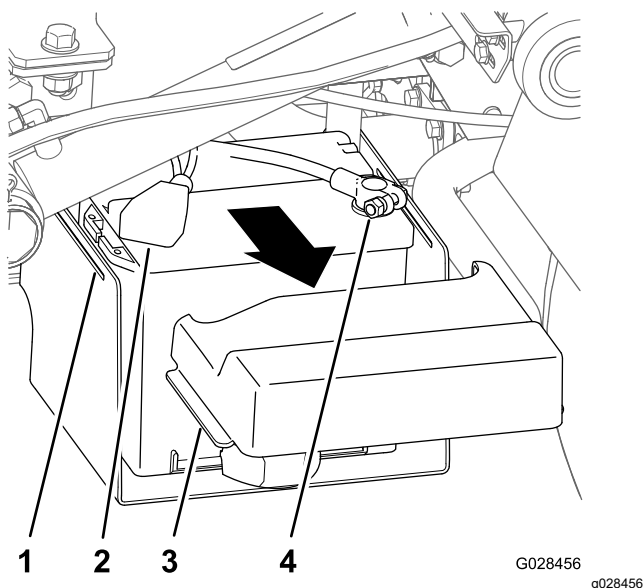

Figura 15
1. Strângeți părțile laterale ale capacului bateriei pentru a elibera proeminențele din fantele de la baza bateriei și scoateți capacul bateriei de la baza bateriei (Figura 15).
2. Glisai capacul înapoi i demontai borna negativă a bateriei de la baterie (Figura 15).
3. Demontai borna pozitivă a bateriei de la baterie (Figura 15).